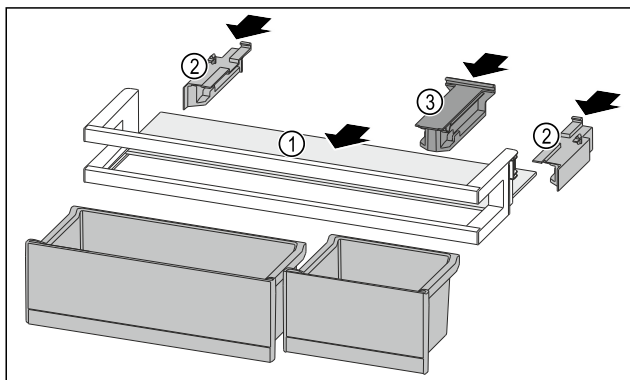

Fig. 118
- ▶ Wsunąć półkę Fig. 118 (1) w boczne wycięcia.
- ▶ Włożyć elementy boczne Fig. 118 (2).
- ▶ Włożyć element trzymający Fig. 118 (3).